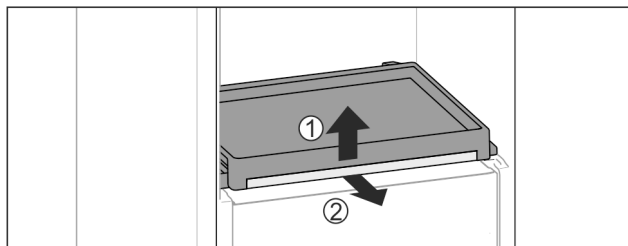

Fig. 77
- ▶ Scoateți raftul extractibil cu placa de sticlă: Ridicați ușor placa de sticlă în față Fig. 77 (1) și extrageți-o spre înainte Fig. 77 (2).